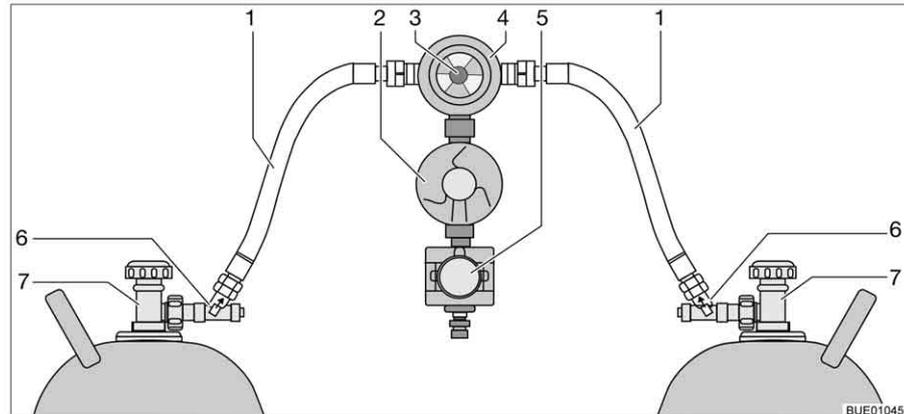

Bild 146 Crash-Protection-Unit-Umschaltanlage
Die Crash-Protection-Unit besteht aus zwei Durchflussbegrenzern mit manueller Entriegelung (Bild 146,6), einem Umschaltventil (Bild 146,4) mit Druckregler (Bild 146,2), einem Elektroventil (Bild 146,5) und der Bedieneinheit mit dreifarbigem LED. Das Umschaltventil ist zwischen den beiden Gasschläuchen (Bild 146,1) montiert.
Mit dem Drehknopf (Bild 146,3) am Umschaltventil lässt sich bestimmen, welche der Gasflaschen als Betriebsflasche und welche Gasflasche als Reserveflasche verwendet wird.
An der Bedieneinheit (Bild 147) können nur die elektrischen Funktionen geschaltet werden. Die Haupt-Absperrventile der Gasflaschen (Bild 146,7) und die Entriegelungen (Bild 146,6) müssen von Hand geöffnet werden.
- Haupt-Absperrventile an den Gasflaschen (Bild 146,7) öffnen.
- Entriegelungen (Bild 146,6) nacheinander 10 Sekunden lang drücken.
- Mit dem Drehknopf (Bild 146,3) am Umschaltventil (Bild 146,4) die Gasflasche wählen, der vorrangig das Gas entnommen werden soll (Betriebsflasche).
- Haupt-Absperrventile an den Gasflaschen (Bild 146,7) schließen.